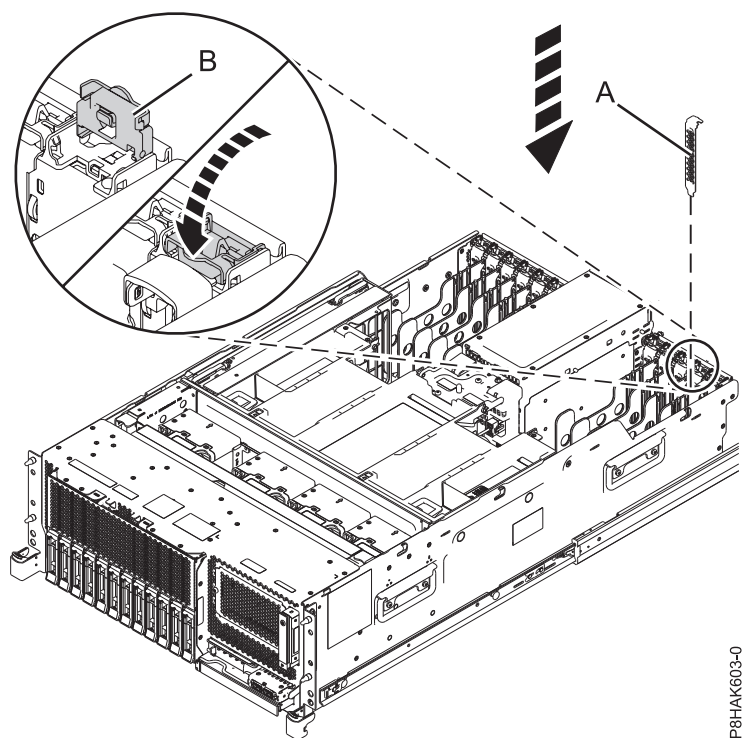
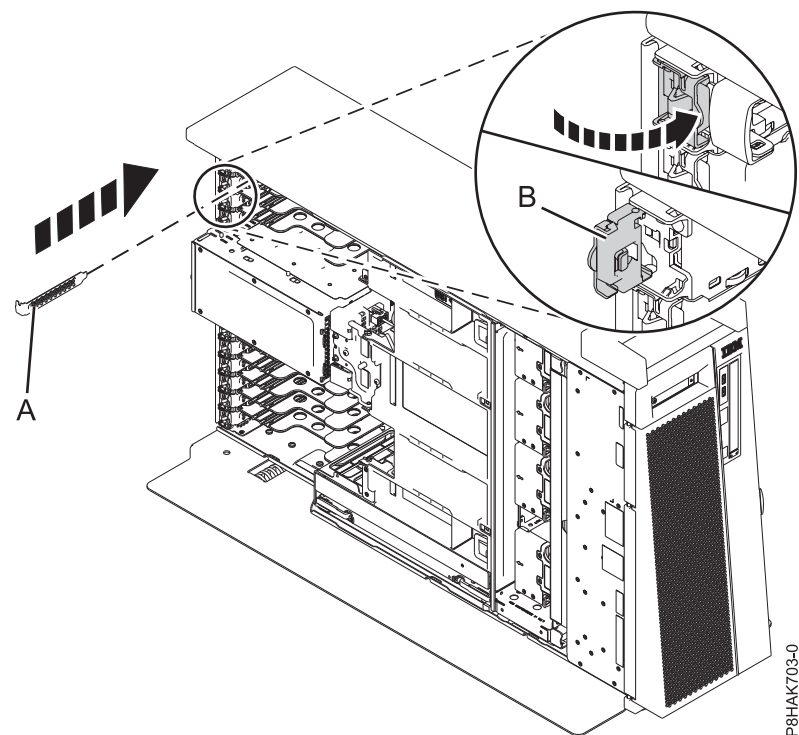

Figura 52. Instal·lació d'un panell de rebliment en una ranura d'un adaptador PCIe en un sistema muntat en bastidor.
Figura 53. Instal·lació d'un panell de rebliment en una ranura d'un adaptador PCIe en un autònom sistema 8286-41A
- a. Agafeu amb compte la contrapunta del panell de rebliment i alineeu-lo amb la ranura i el connector de la placa posterior del sistema, tal com es mostra a la Figura 52 a la pàgina 59 i a la Figura 53 a la pàgina 59.